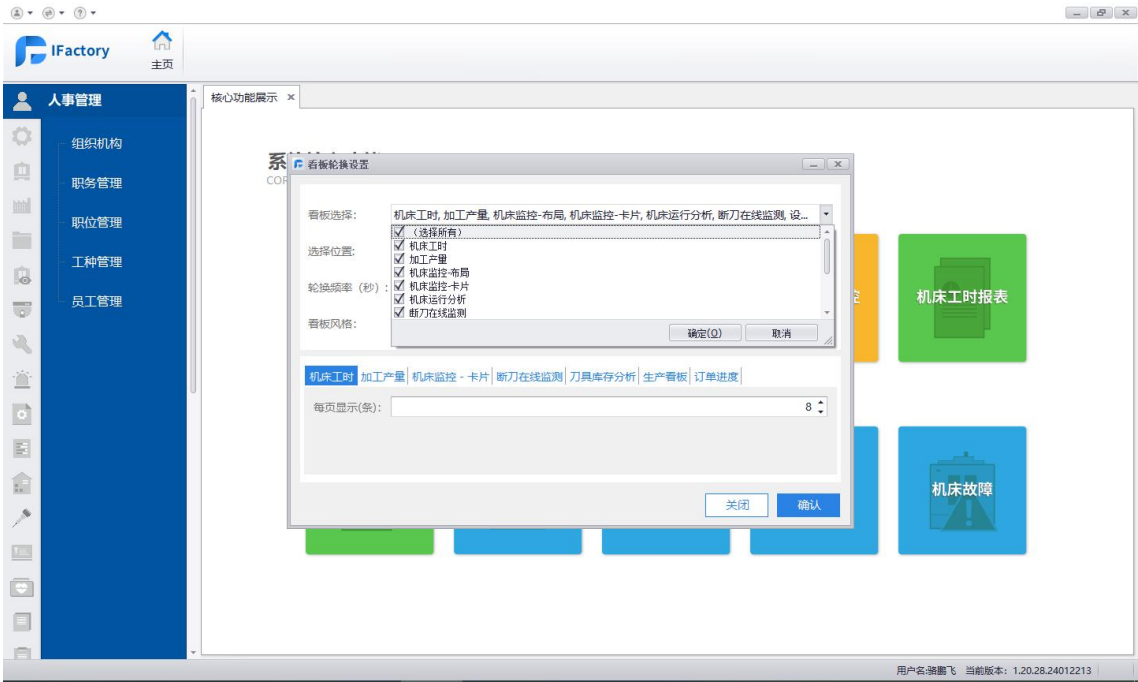

图 2-24-1-1 看板轮转配置界面
1) 点击看板轮换，弹出看板轮换配置页面，如图 2-24-1-1 所示。对应功能如下：